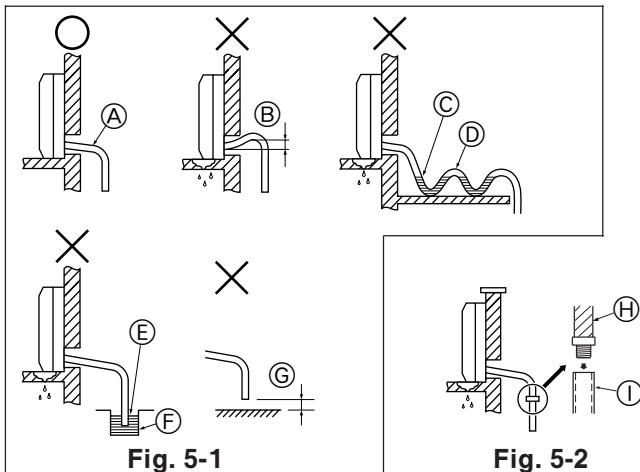

Fig. 5-2
- Εάν ο ελαστικός σωλήνας αποστράγγισης έχει πολύ μικρό μήκος, ανατρέξτε στην Fig. 5-2 για να τον επιμηκύνετε.